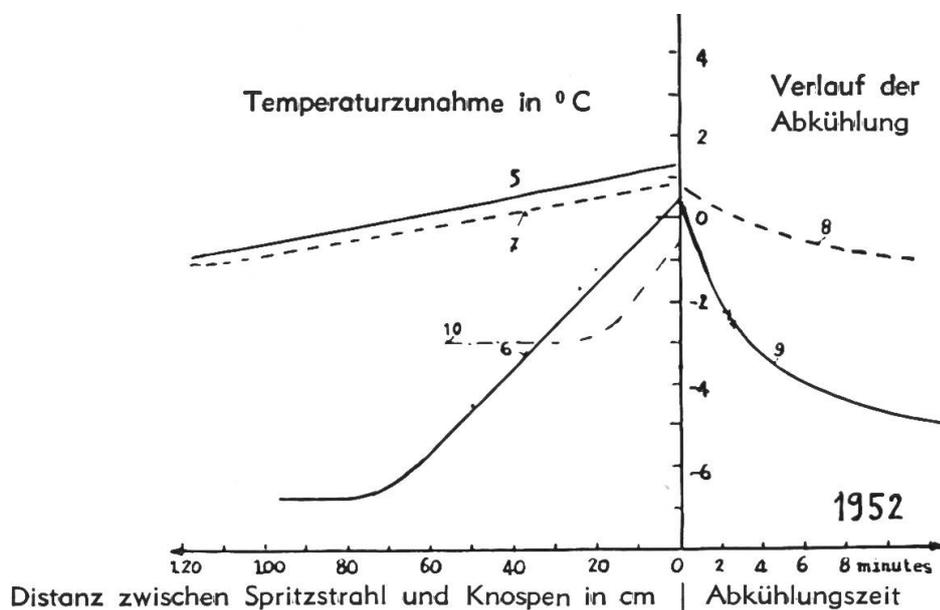

Abb. 12: Einfluss der Beregnung auf die Temperatur der Knospe
- Die Rotationsgeschwindigkeit des Regners soll auch bei vorhandener Eisschicht annähernd 1 U/min betragen. (Nach Abb. 12 sank die Knospen-temperatur nach dem Stoppen der Beregnung innert 2 Minuten auf  $-2^{\circ}$  und in 6 Minuten auf  $-4^{\circ}$  C ab.)